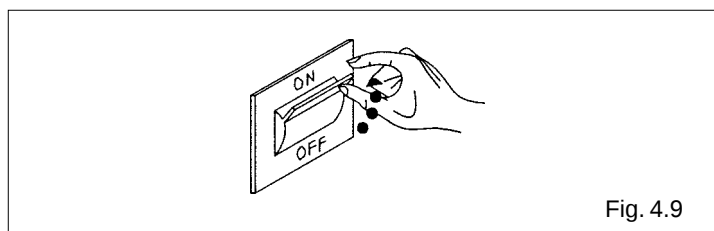

Fig. 4.9
- se intervenga en el interruptor general de la instalación (fig. 4.9)